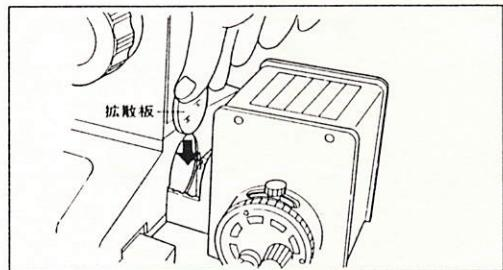

図 8
- 8) 図8のように拡散板のマット面を鏡基側に向け、フィルタ受けの最も鏡基側の溝に落とします。